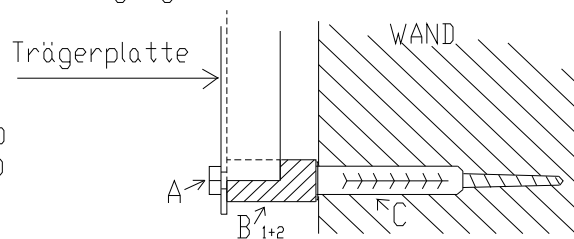

Bild 2
- USV (Trägerplatte mit Netzteil und Akkualtwinkel) mit den Abstandsbolzen (B1+ B2) und den mitgelieferten Schrauben (A) an der Wand befestigen.
- Akkus wie auf Bild 2 hochkant in den Akkualtwinkel stellen.
- Netzkabel an die Schraubklemmleiste der Sicherungsplatine anschließen.(siehe Bild 2 Punkt 1.)
- Die Mitte der beiden Akkus plus und minus mit der kurzen, schwarzen Leitung (im Beipack) verbinden. Es dürfen nur die mit den Akkus gelieferten Schrauben benutzt werden.(siehe Bild 2 Punkt 2.)
- Die schwarze Akku–Leitung = minus von der Notstromversorgungsplatine (Akku 24V minus) mit dem Akku minus verbinden.(siehe Bild 2 Punkt 3.)
- Die rote Akku–Leitung = plus von der Notstromversorgungsplatine (Akku 24V plus) mit dem Akku plus verbinden.(siehe Bild 2 Punkt 4.)